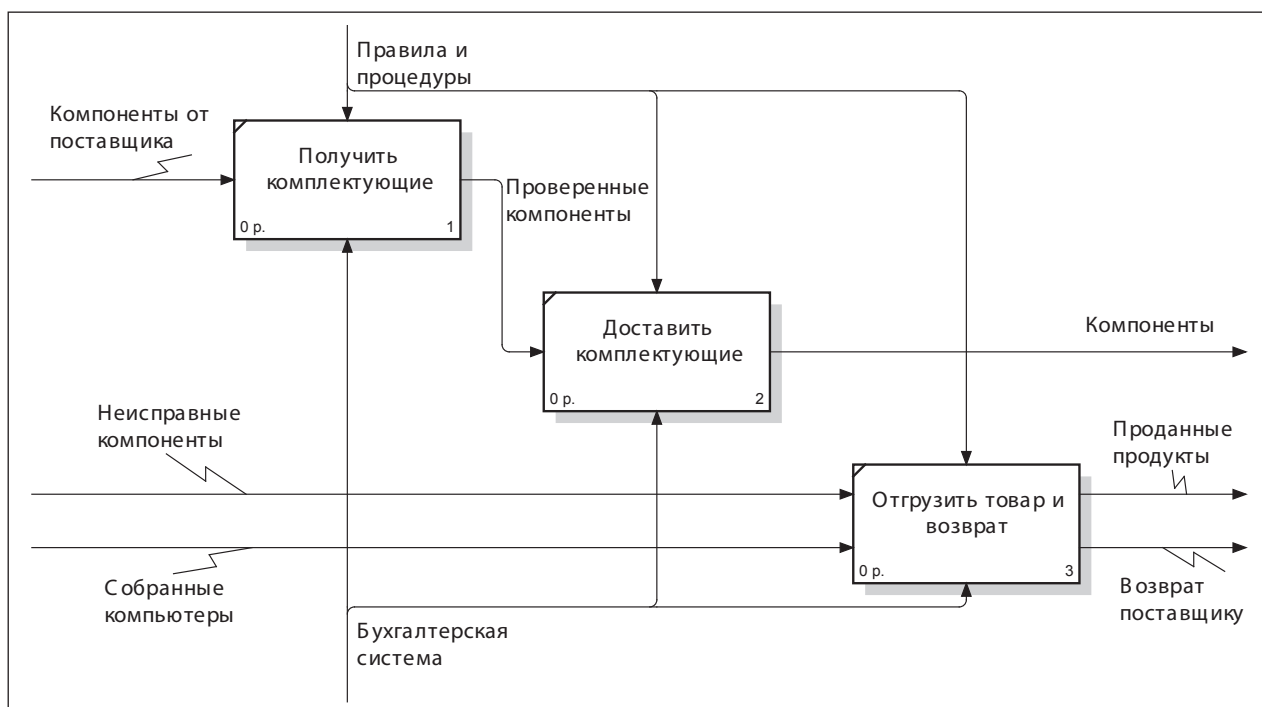

Рис. 11.2. Результат выполнения лабораторной работы 11
6. Туннелируйте граничные стрелки (Resolve Border Arrow). Результат выполнения упражнения показан на рис. 11.2.